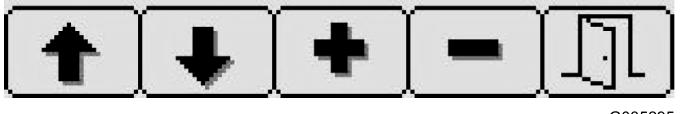

Figura 24
2. En la pantalla de Depósito, pulse el botón 2 para navegar por la opción de Agitación (Figura 24).
3. Pulse el botón 3 (subir) o el botón 4 (bajar) para ajustar el porcentaje de flujo de la bomba de fumigación utilizado para la agitación del depósito (Figura 24).